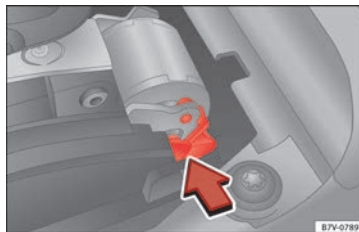

Fig. 50 Desbloqueo de emergencia del bloqueo de la palanca selectora.
- Pulse la palanca de desbloqueo » **fig. 50** en el sentido de la flecha y manténgala en esta posición.